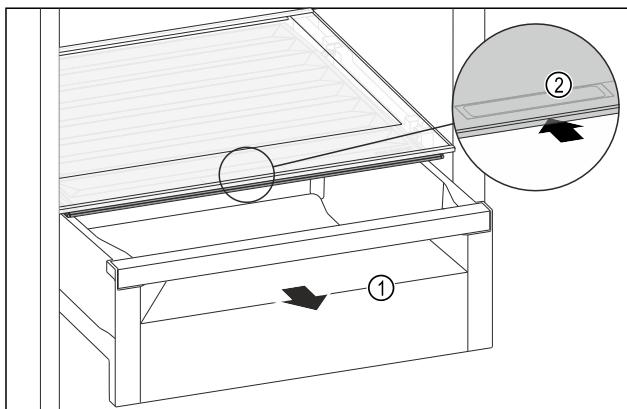

Fig. 122
- ▶ Vytiahnite zásuvku Fig. 122 (1).
- ▶ Uchopte prieħlbinu na rukoväť Fig. 122 (2) na veku zásuvky a súčasne tlačte veko zásuvky dozadu.